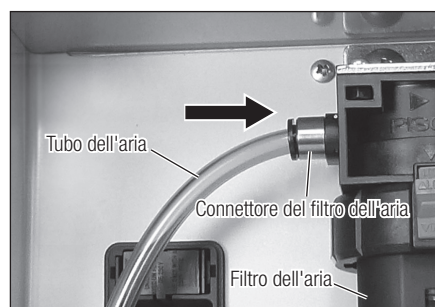

Fig. 1
- 1) Inserire saldamente l'estremità del tubo dell'aria nel connettore del filtro dell'aria sul retro dell'unità (Fig. 1).